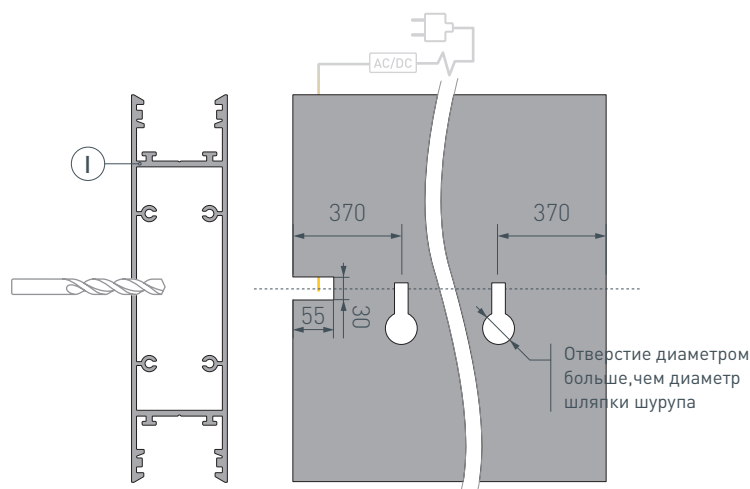

Рис. 1. Вид сзади, подготовка отверстий
- 1** / Для профиля Ⓘ длиной 2000 мм и более просверлите на задней стенке с каждой стороны по 2 отверстия с диаметрами больше, чем диаметр шляпки шурупа (чтобы могла пройти шляпка шурупа), для крепления к поверхности на расстоянии 370 мм от каждого края. Чуть выше сделать прорезь шириной, равной диаметру резьбы шурупа. Затем подготовьте еще 1 отверстие с одного края профиля размером 55×30 мм для вывода кабеля блока питания, как показано на рис. 1.